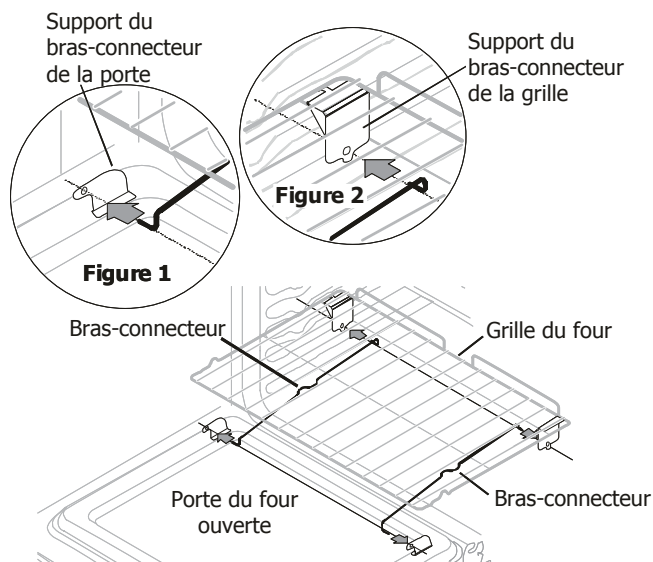

Figure 3 - Installation de la grille EffortlessMC
4. Assemblez un bras-connecteur à la fois. Avec la porte du four ouverte et la grille en place, installez un bout du bras-connecteur dans le trou du support du bras-connecteur situé sur la porte (Figure 1) et l'autre bout du bras-connecteur dans le trou du support bras-connecteur de la grille (Figure 2 et à la figure 3). La grille devra être tirée hors du four ou repoussée dans le four pour ajuster la position de la grille avec la longueur du bras-connecteur.